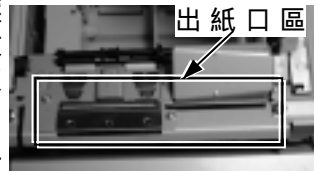

Fig 1 出紙口區域
2. 用所附之軟毛刷清理出紙口之區域，如 Fig 1 所示。